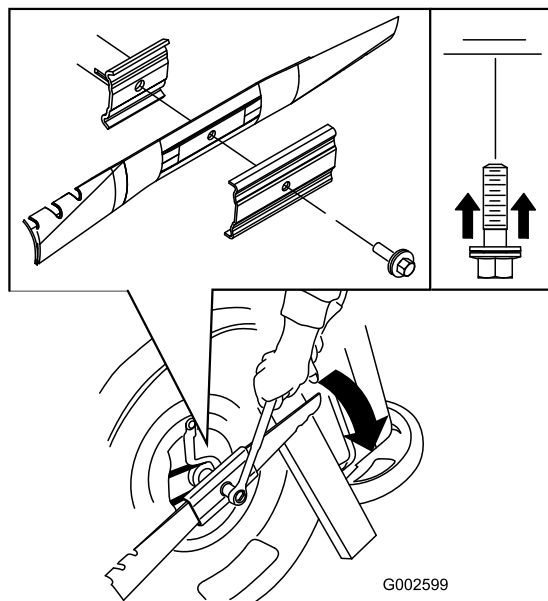

Рисунок 50
3. Используйте деревянную подкладку для неподвижного удерживания ножа (Рисунок 50).
4. Снимите нож, сохранив все крепежные детали (Рисунок 50).
5. Установите новый нож, закрепив все крепежные детали (Рисунок 50).